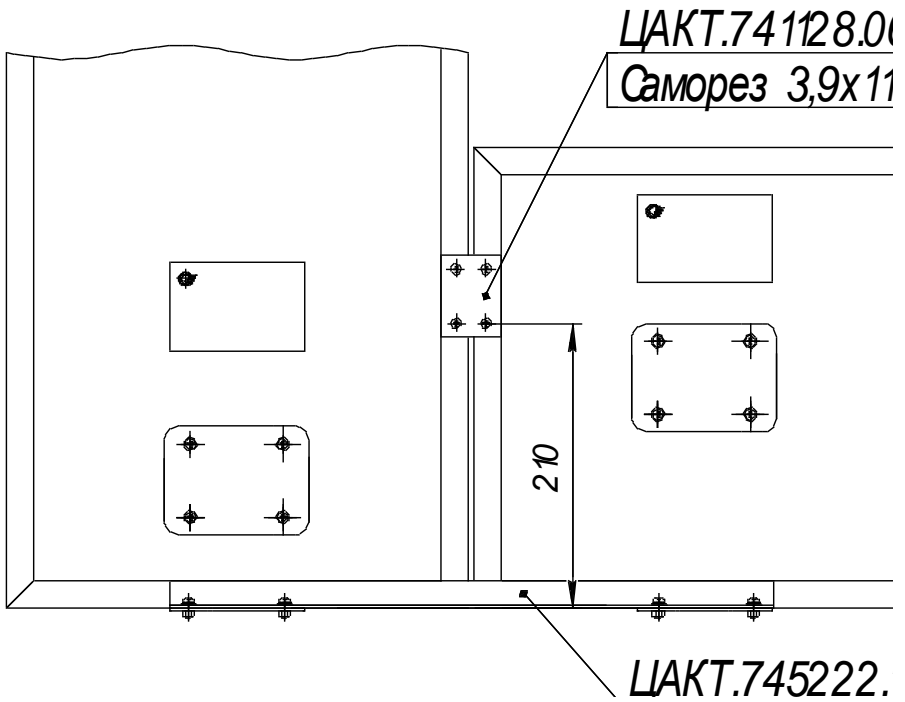

Рисунок 1
8.2.3 Установка дополнительной секции производится с помощью кронштейна, уголка и крепежа из состава светофора (рисунок 1). Четыре отверстия в корпусах под саморез сверлить диаметром 2,8 мм.